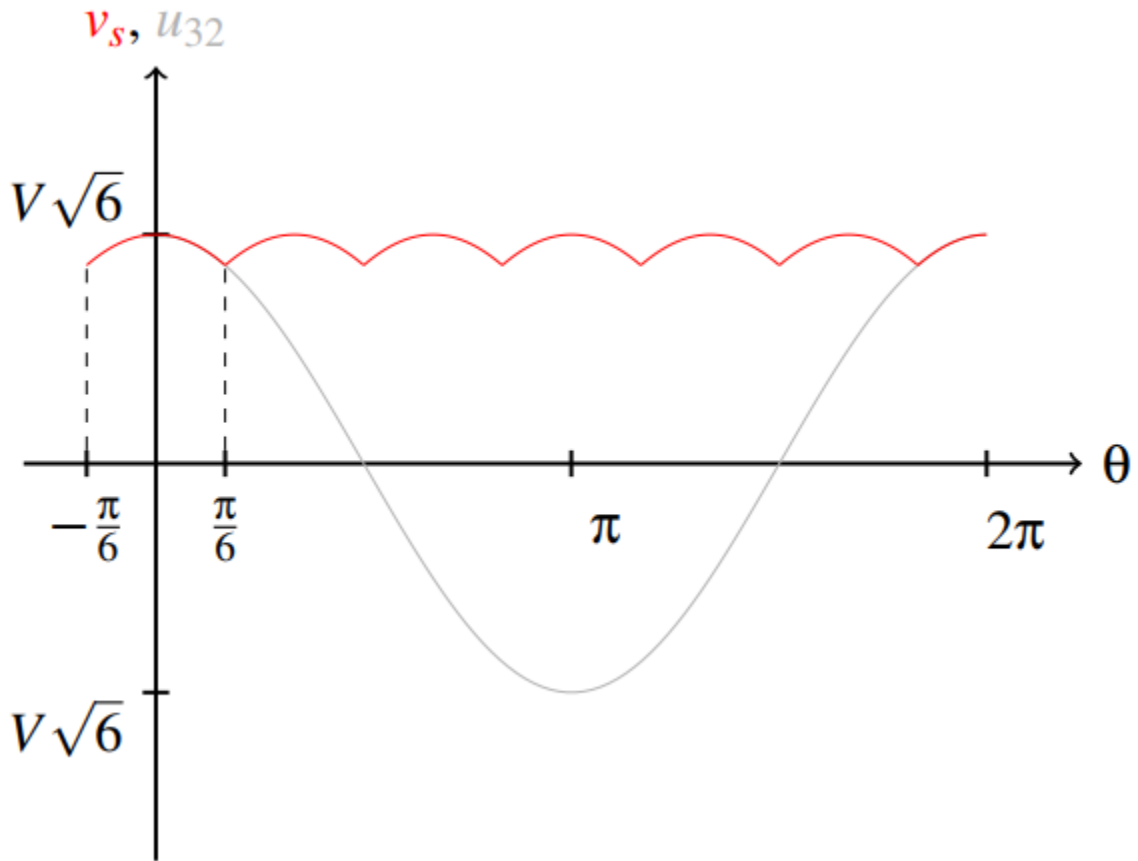

FIGURE 2 – Calcul de la valeur moyenne de la tension de sortie $\langle v_s \rangle$.
2. Une fois la séquence de conduction des diodes déterminées, il est aisé de déterminer la valeur de la tension de sortie. Par exemple, entre $\frac{\pi}{6}$ et $\frac{\pi}{2}$, les diodes D_1 et D_5 conduisent, la tension de sortie $v_s(t)$ est alors égale à la tension composée $u_{12}(t)$. L'allure de la tension de sortie peut alors être représentée (FIGURE 2). Il est possible d'observer que la tension de sortie est bien moins ondulée que dans le cas d'un redresseur monophasé.